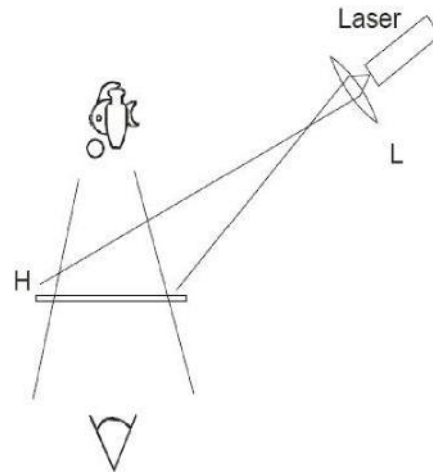

Fig. 8 Montagem de experiência para a reconstrução de um holograma (L = Lente, H = Holograma)
- Executar a montagem da experiência sobre a placa de metal segundo Fig. 8. Nisso montar o holograma o mais longe possível do laser, com a marca vermelha apontando para o laser.